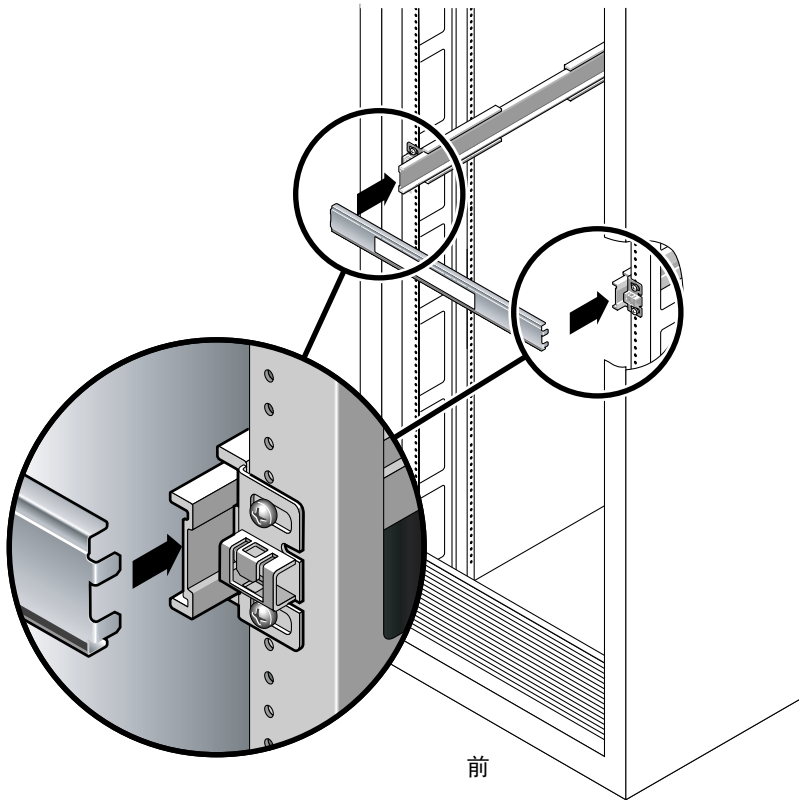

图 2-7 使用滑轨距离调整工具调整滑轨之间的距离
- a. 在机架后部，将调整工具的左侧插入左滑轨中部末端的插槽中（图 2-7）。